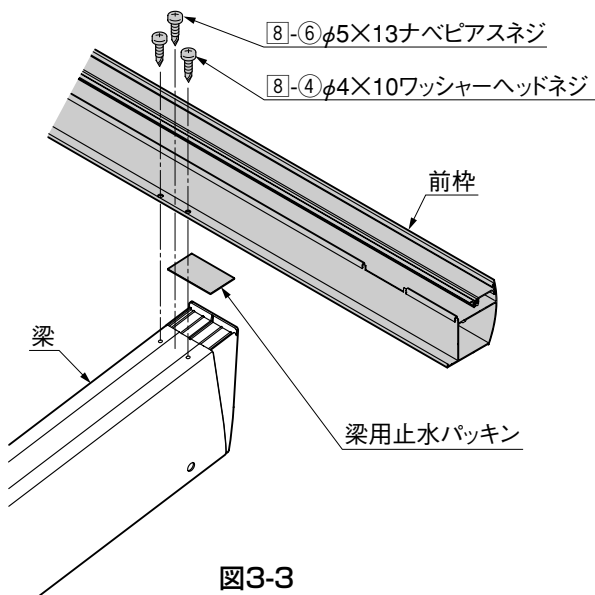

図3-3
- 24,30型の柱側母屋を8-⑥で取付けるときはφ4の下孔をあけてから取付けてください。
- ③ 梁の先端に梁用止水パッキンを取付けて、前枠を梁に8-④で取付けてください。(図3-3参照)